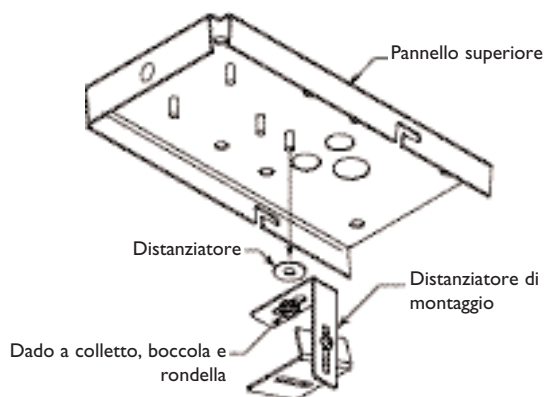

Figura 3 Rimozione del sistema di staffe
4. Svitare il dado a colletto e rimuovere il sistema di staffe della telecamera dal pannello superiore. Vedere **Figura 3**.